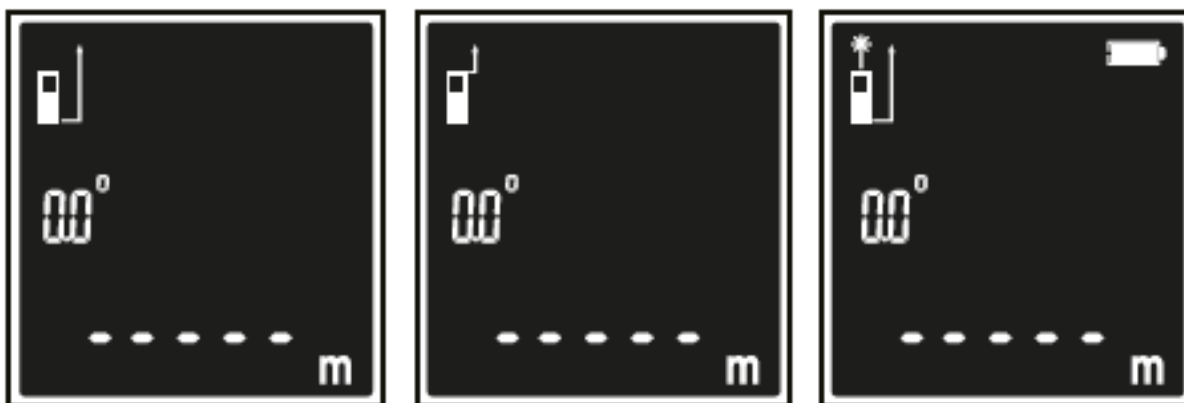

Рис.1
- Когда измеритель включен, кратковременное нажатие кнопки настройки точки отсчета (7) изменит этот параметр (Рис. 1). Вы можете установить точку отсчета для выполнения измерений по нижнему или по верхнему краю дальномера.